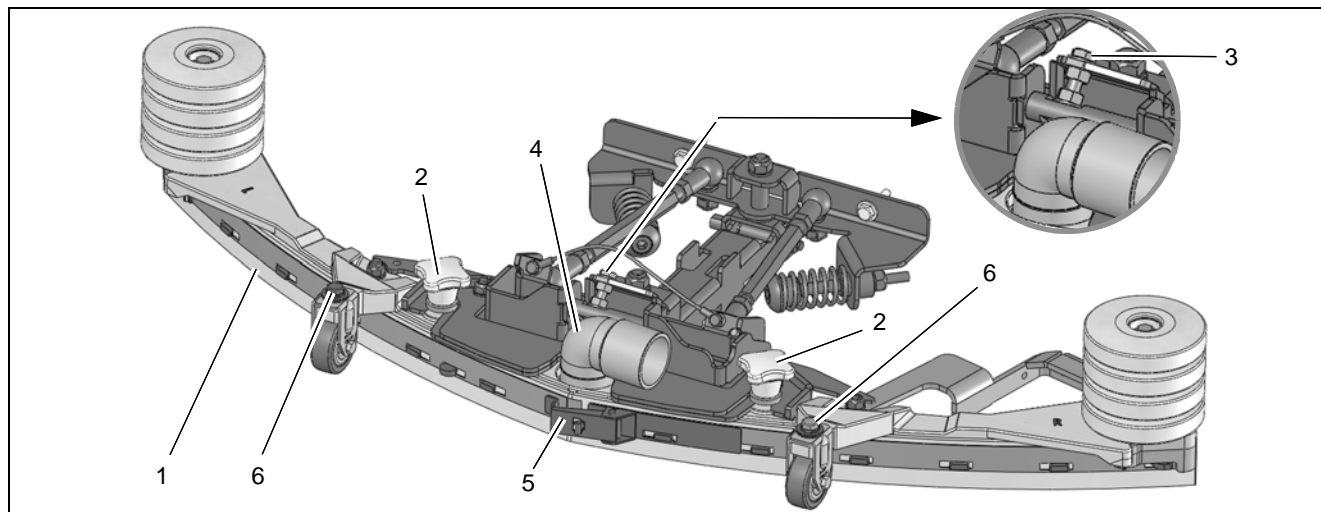

fig. 28
Contrôler quotidiennement le suceur (fig. 28/1) et le nettoyer en cas de besoin.
Pour nettoyer le suceur, le soulever, retirer le flexible d'aspiration (fig. 28/4), desserrer les deux poignées-étoile (fig. 28/2) et déposer le suceur.
Contrôler une fois par semaine l'usure des bavettes, intérieure et extérieure, du suceur (fig. 28/1). Les bavettes peuvent être utilisées de quatre manières.
3. À cet effet, desserrer la fermeture de serrage (fig. 28/5) et retirer la bavette extérieure. Tourner la bavette ou la remplacer en cas de besoin. Remplacer la bavette intérieure de la même manière que la bavette extérieure.
2. Desserrer le contre-écrou de la vis de réglage (fig. 28/3) et régler le suceur avec la vis de réglage de sorte que les extrémités des bavettes soient juste en contact avec le sol.
Le réglage de la hauteur est réglé à l'usine sur 3 mm. Si, malgré un réglage optimal de l'inclinaison, des traînées devaient se former, la distance séparant les roues du sol doit être réglée par le nombre de rondelles (fig. 28/6) sur le support